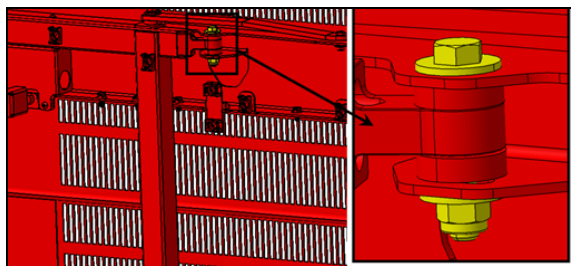

FIGURE 49:
6. Si la position longitudinale au niveau du bras supérieur est hors tolérance, vous pouvez ajuster la porte en utilisant le jeu au point d'attache entre le bras supérieur et la porte. (Figure 49:).